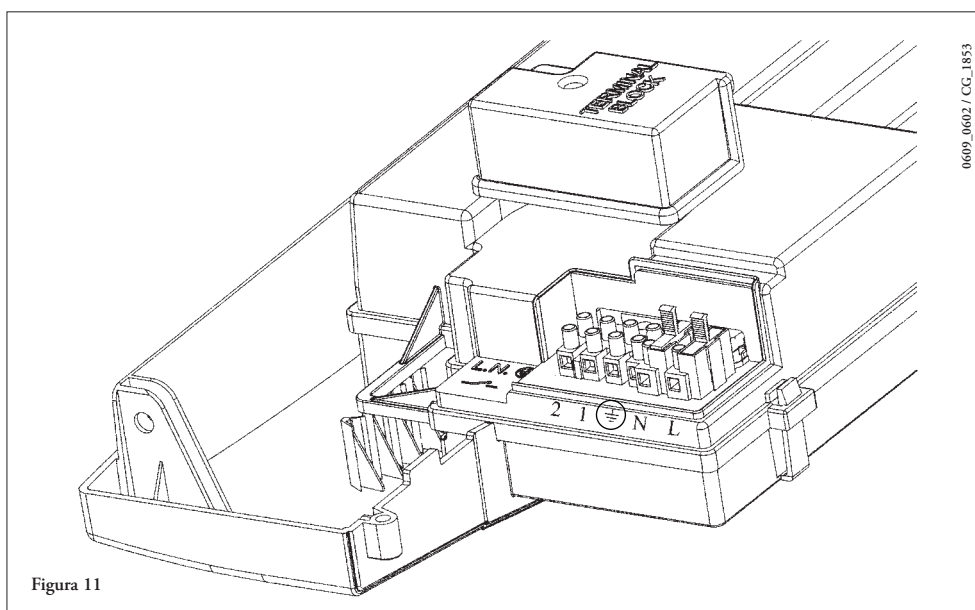

Figura 11
- Conectați cele două cabluri provenind de la panoul de borne M2 al centralei (figura 11), după cum este ilustrat în figura C.
1. Deșurubați cele două șuruburi (a-b, figura 11) care fixează carcasa pe centrală;